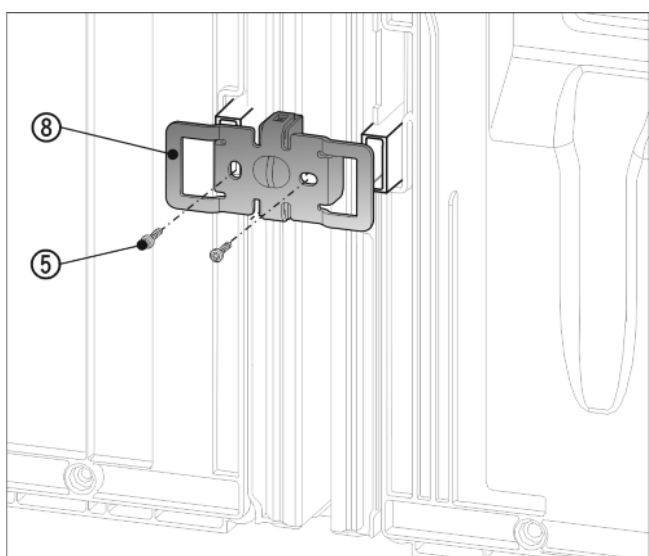

Fig. 12
- ▶ Kątownik Fig. 12 (8) z wycięciami nasunąć ponownie na uchwyt dla elementu dystansowego.
- ▶ Przykręcić przy użyciu 2 śrub Fig. 12 (5).